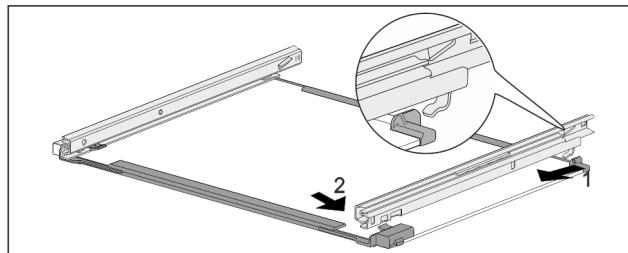

Fig. 111 Glasplatte mit Schienen
- Schiene hinten einhaken. Fig. 111 (1)
- Schiene vorne einrasten. Fig. 111 (2)